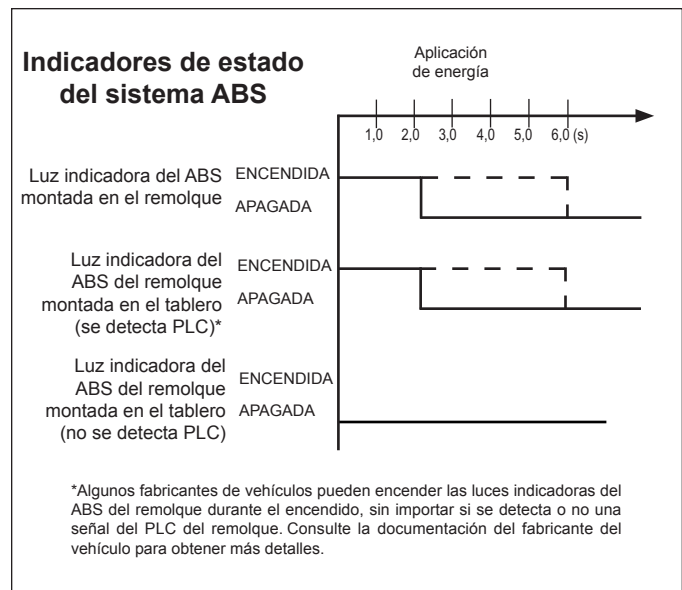

FIGURA 9 - SECUENCIA DE ENCENDIDO DE LA LUZ DEL ABS DEL REMOLQUE
Durante el encendido, si no hay códigos de diagnóstico de fallas (DTC), la luz indicadora del ABS del remolque se encenderá durante aproximadamente dos (2) a seis (6) segundos, para revisar la bombilla, y luego se apagará. *Consulte la figura 9.*